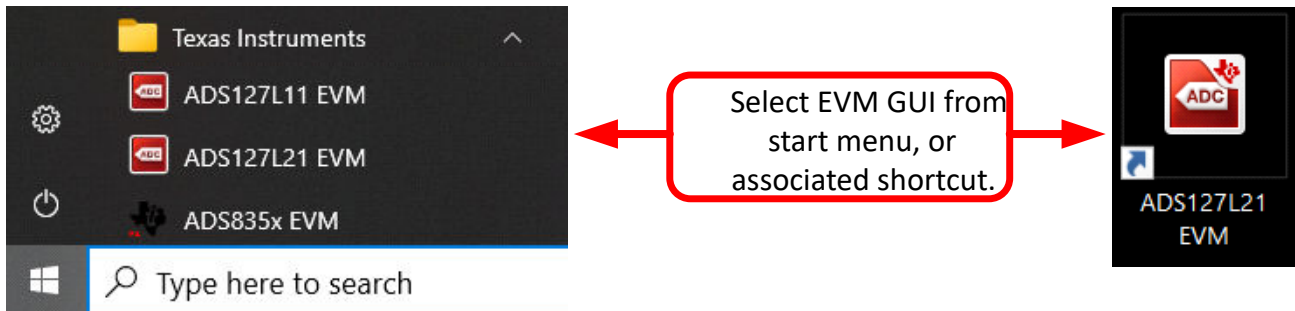

图 6-2. 启动 EVM GUI 软件
3. 按照图 6-2 所示启动软件 GUI。您会注意到，当 FPGA 固件加载到 PHI 上时，LED 缓慢闪烁。此加载需要几秒钟时间，然后 AVDD 和 DVDD 电源将接通。